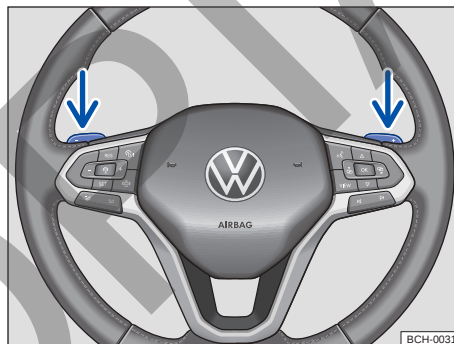

Fig. 102 Volante con selectores basculantes de Tiptronic.
- Presione la palanca selectora basculante derecha → fig. 102 hacia el volante para aumentar la marcha.